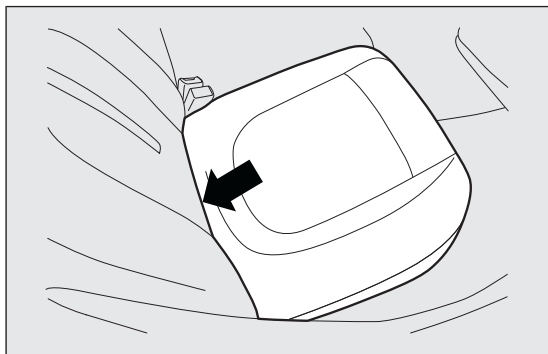

fig. 76
- ☐ abatir hacia adelante el cojín deseado fig. 76 actuando en el punto indicado por la flecha;